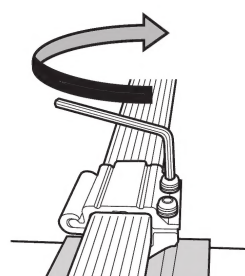

fig. 4
- 8 Refermez l'embout, serrez les boulons hexagonaux jusqu'à ce que la rondelle de ressort soit plate, puis serrez le boulon hexagonal d'un demi-tour supplémentaire à l'aide de la clé fournie. Et fixez l'embout fourni avec la barre latérale. (fig.4)